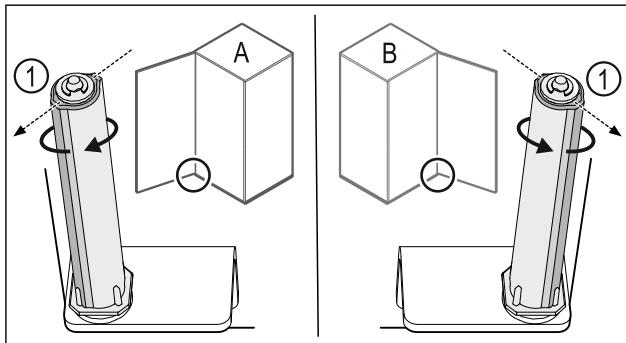

Fig. 45 Μεντεσέδες αριστερά (Α) / Μεντεσέδες δεξιά (Β)
- Περιστρέψτε το σύστημα κλεισμάτος κόντρα στην αντίσταση, μέχρι ο κορμός του συστήματος κλεισμάτος Fig. 45 (1) να είναι στραμμένος προς τα έξω.